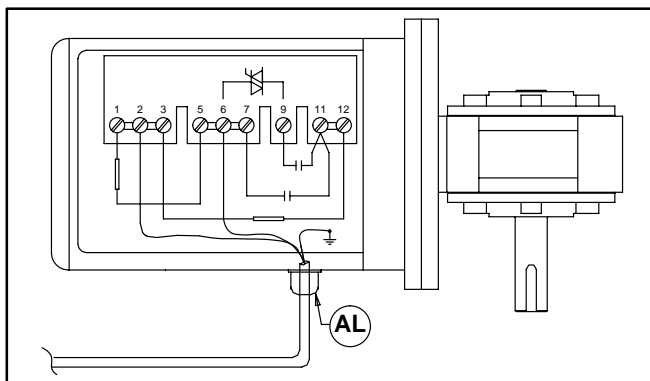

Abbildung 20
- b. Die Farben der Drahtleiter (Adern) an Klemmen 2, 6 und Erdungsklemme (Schutzleiter) (\perp) (Abbildung 20) aufschreiben. Klemmen 2, 6 und Erdungsklemme lösen und Drahtleiter (Adern) entfernen.
- c. Die Kabelklemme (AL siehe Abbildung 20) lösen und Kabel herausziehen.